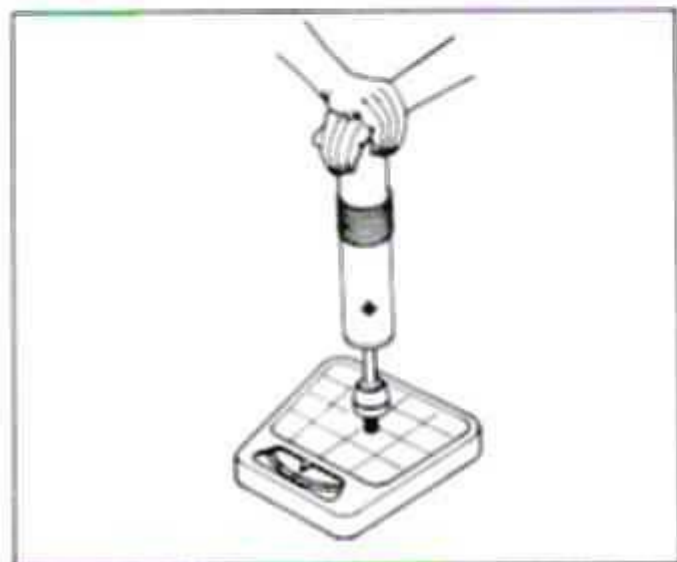

FIG. C38 - MEDIÇÃO DA RESISTÊNCIA DO GÁS
- d. Medir a resistência de gás na balança como mostra a figura C38.